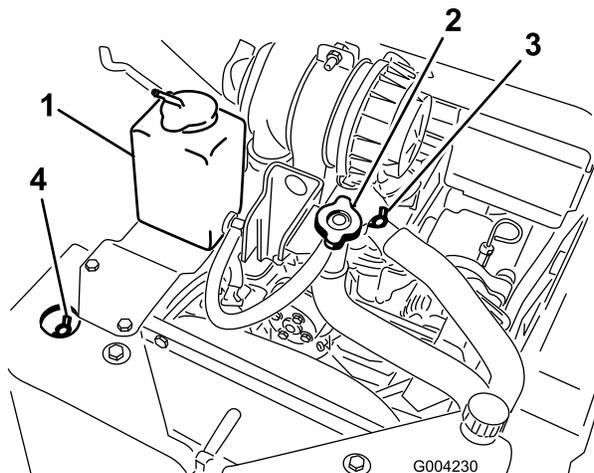

図 51
A. 冷却水補給キャップを外す 図 51。
B. 上部と前部の冷却液抜き取りバルブを開く 図 51。
C. 冷却水補給管から冷却水を補充する。前部の冷却液抜き取りバルブから液があふれてくるまで補充する 図 51。
D. 前部の冷却液抜き取りバルブを閉じる 図 51。
- E. 冷却水補給管から冷却水を補充する。上部の冷却液抜き取りバルブから液があふれてくるまで補充する 図 51。
- F. 上部の冷却液抜き取りバルブを閉じる 図 51。
- G. 冷却水の水位が冷却水補給管の内部に上昇するまで、冷却水を追加する 図 51。
- H. 冷却水補給キャップを取り付ける 図 51。
- I. 冷却水補助タンクの Full マークまで、補助タンクに冷却水を追加する 図 51。